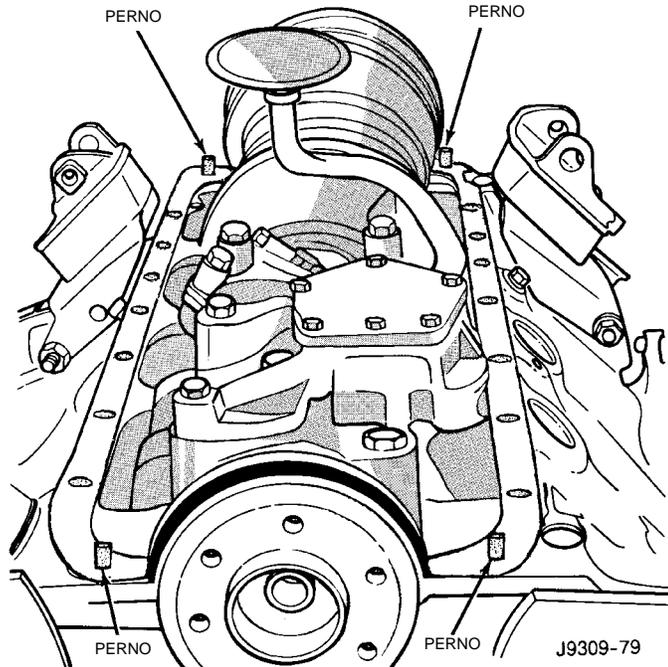

Fig. 38 Posición de los pernos en el bloque de cilindros
- (2) Instale los pernos en el bloque de cilindros (Fig. 38).
- (3) Aplique una pequeña cantidad de sellante adhesivo de caucho siliconado Mopar®, o su equiva-